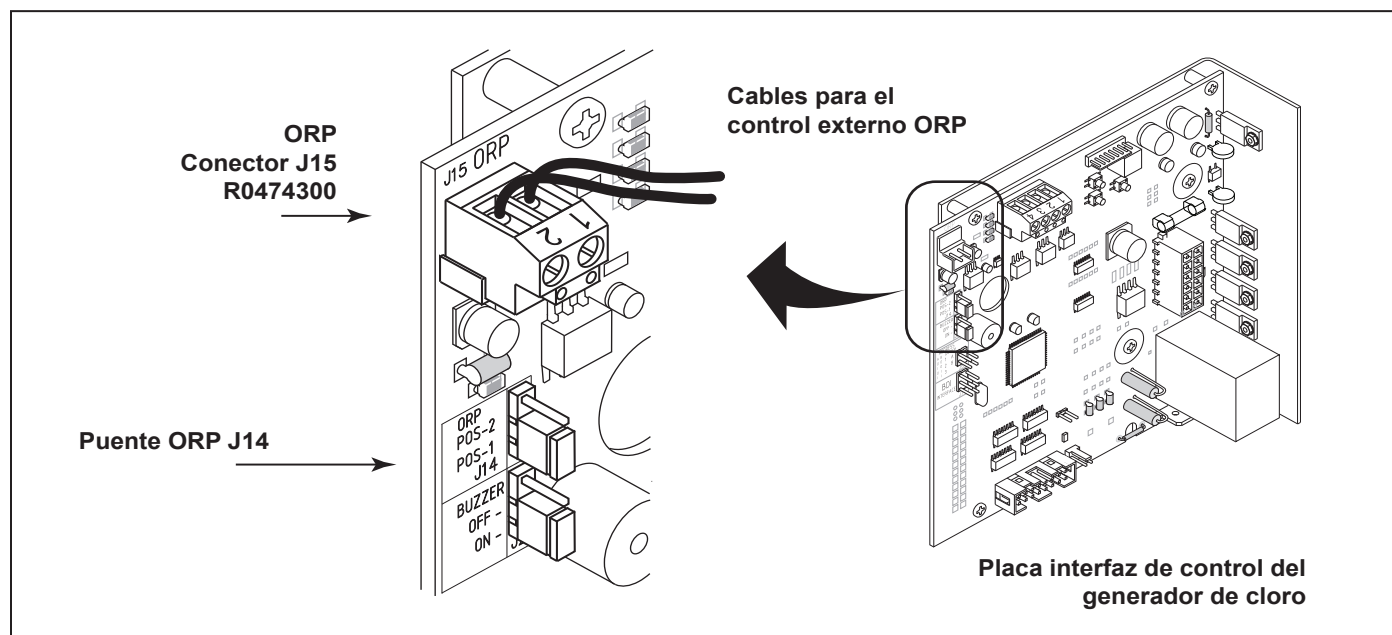

Figura 17. Puente movable ORP J14
Un dispositivo externo como un ORP (potencial reducción oxidación) controlador de suministro de 24 voltios de CA puede usarse para controlar la salida de la cloración. El tablero de control de cloración se puede configurar en el campo para operar en dos (2) modos diferentes. El modo de operación está determinada por la posición de un jumper J14 muebles. Ver la Figura 17 para la ubicación.
**POS-1** Espere por lo menos un (1) minuto después de encenderlo. Véase la nota 1.